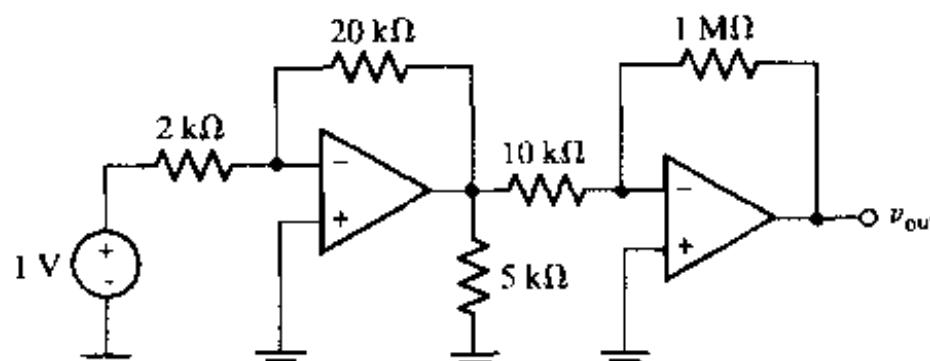

图 6.38
22. 如图 6.38 所示电路, 计算 v_{out} 。